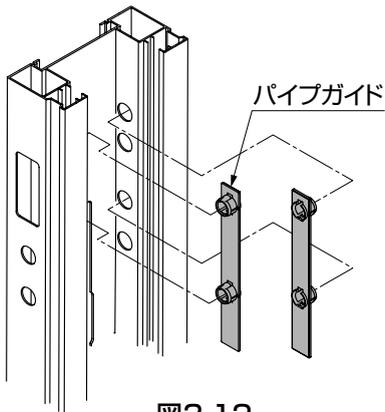
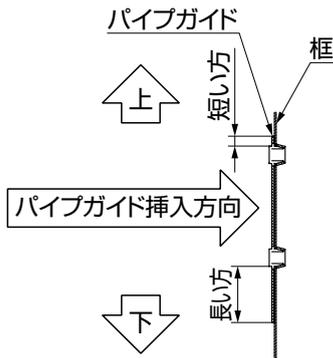

図3-12
図3-13
①パイプガイドを框内側の丸孔に、左図のように左右2箇所にはめ込んでください。(図3-12、図3-13参照)